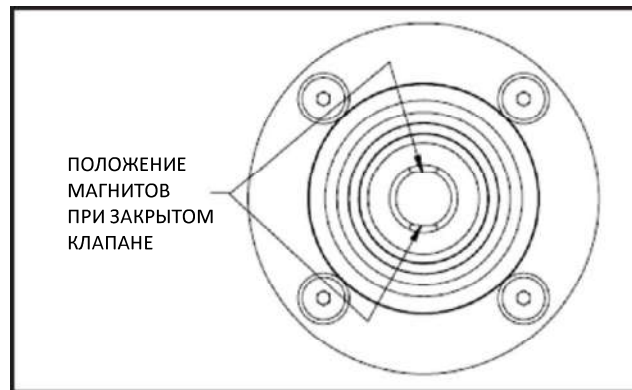

Рис. 21. Положение магнита при закрытом клапане
5. Убедиться, что узел стяжной муфты установлен параллельно штоку и магниты находятся в закрытом положении клапана (Рис. 21), а затем присоединить выходной кронштейн.